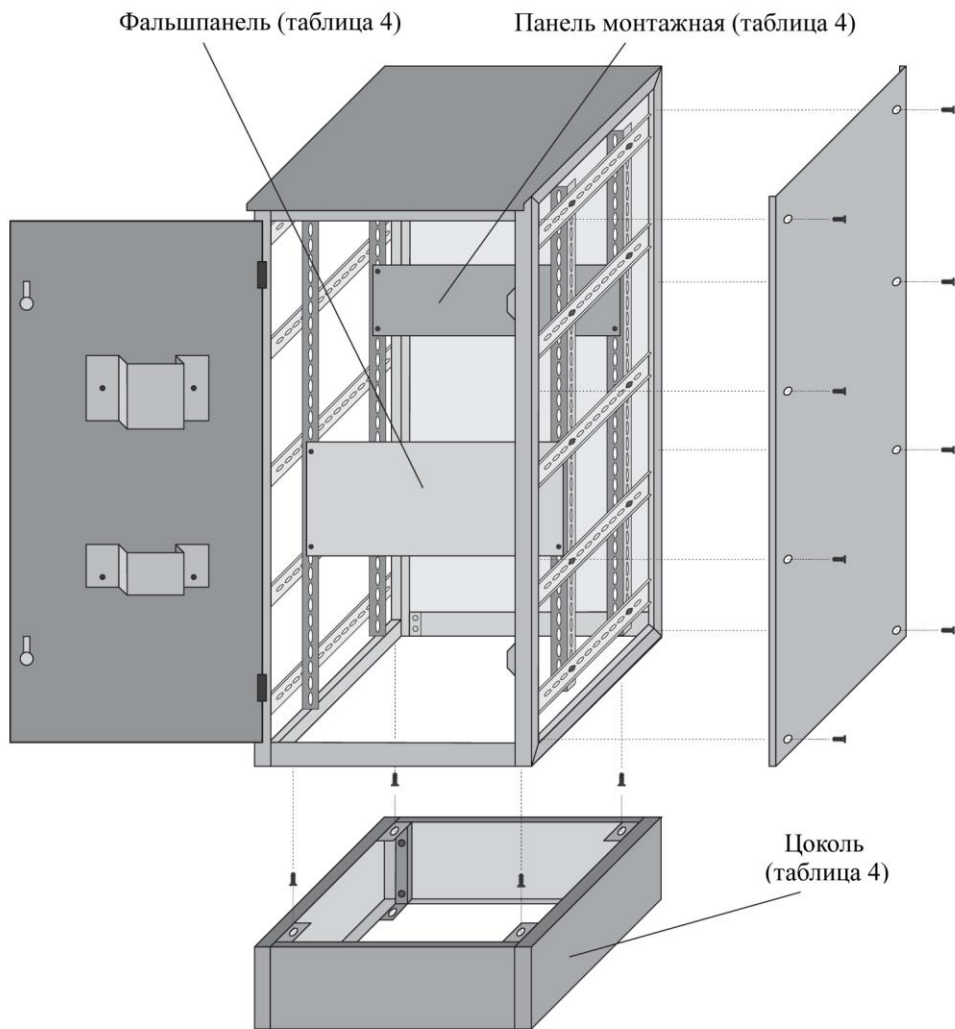

Рисунок 9
11) Панель монтажная и фальшпанель (см. таблицу 4) закрепляются к стойкам крепления [4] при помощи болтов М6х16 [10.5], гаек М6 [10.3] с шайбами 6 [10.4] (см. рисунок 9).
12) Цоколь (см. таблицу 4) закрепляется снизу корпуса ВРУ при помощи болтов М6х16 [10.5], гаек М6 [10.3] с шайбами 6 [10.4] (см. рисунок 9).